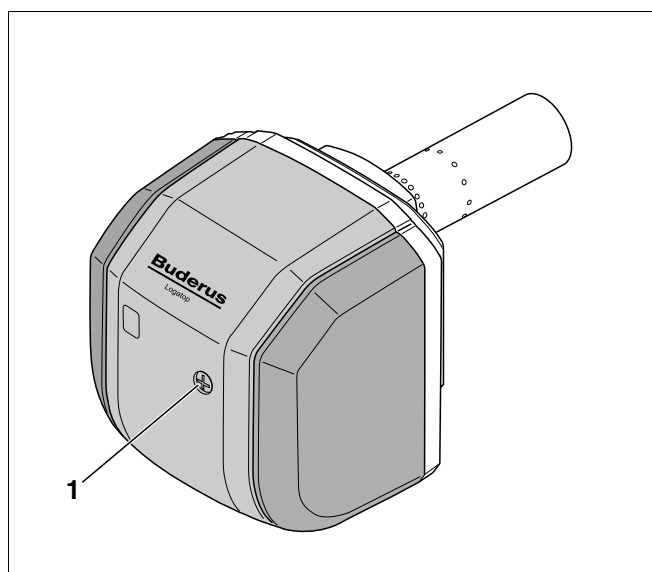

Fig. 39 Mettre le capot du brûleur en place et visser
- Serrer la vis de fixation (fig. 39, **pos. 1**) du capot du brûleur.